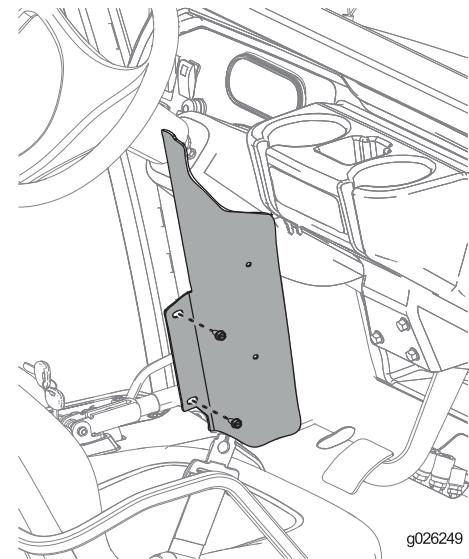

Рисунок 46
3. Установите боковые панели на каждой стороне автомобиля, используя 2 болта (1/4 дюйма), как показано на Рисунок 46.